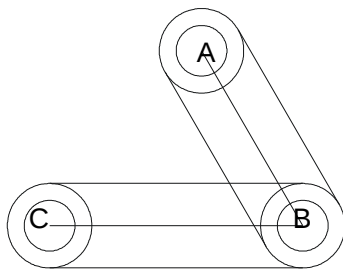

图 4-5-5
STEP 01 使用 OFFSET 命令偏移复制上一步操作中绘制的直线，如图 4-5-5 所示。其具体操作如下：
选择要偏移的对象或 <退出>：选择 AB 线，如图 4-5-5 所示
指定第一点：捕捉 C 点，如图 4-5-5 所示